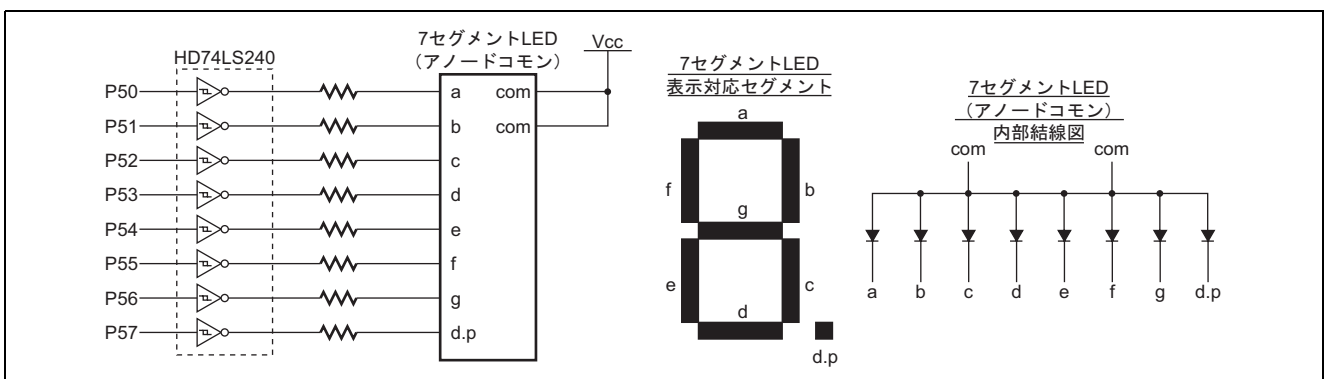

図 2.2 7セグメントLED接続図および内部結線図
2. 使用する7セグメントLEDの接続図を図 2.2 に示します。図 2.2 に示すようにポート5から"High"を出力することにより対応するLEDのセグメントが点灯します。また、ポート5出力とLED表示データの関係を表 2.2 に示します。